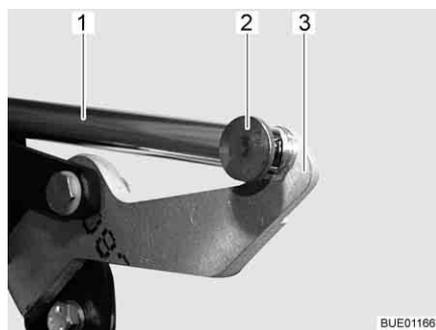

Fig. 107 Azionamento
- Rimuovere il collegamento (p. es. copiglia e perno) (Fig. 107,2) tra la biella (Fig. 107,1) e la leva (Fig. 107,3).